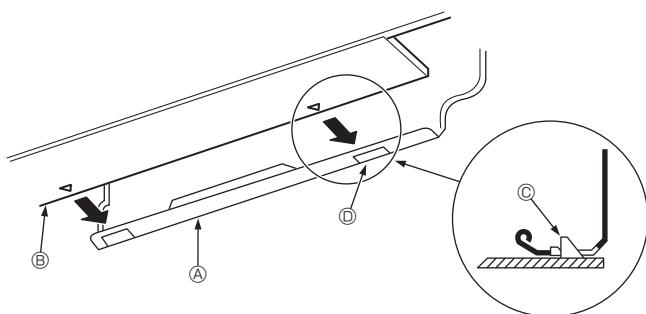

Fig. 3-15
3. Inserendo il tubo del refrigerante e il tubo di drenaggio nel foro a muro (manicotto di penetrazione), appendere la parte superiore dell'unità interna alla piastra di montaggio ①.
5. Premere la parte inferiore dell'unità interna sulla piastra di montaggio ① e bloccarla in posizione. (Fig. 3-15)
* Controllare che le maniglie sulla parte inferiore dell'unità interna siano agganciate saldamente alla piastra di montaggio ①.
① Piastra di montaggio
② Unità interna
③ Gancio
④ Foro quadro